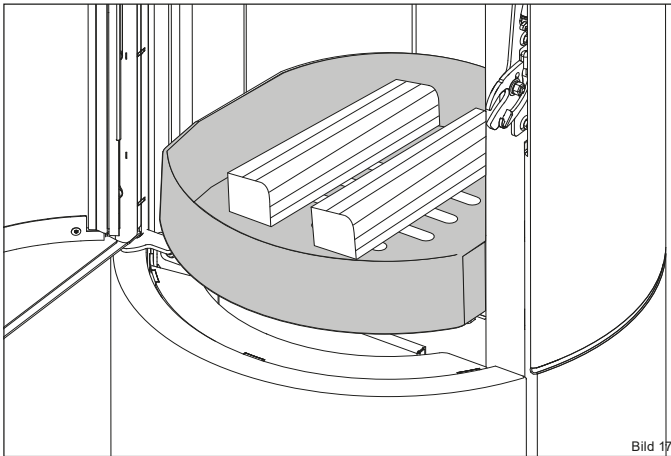

Bild 17
- ▶ Legen Sie zwei Holzscheite (4) mit 1,4 kg Gesamtgewicht mittig in den Feuerraum ein (mit der Stirnseite nach vorne zeigend). Lassen Sie ca. 5 cm Abstand zur Feuerraumscheibe (Bild 17).